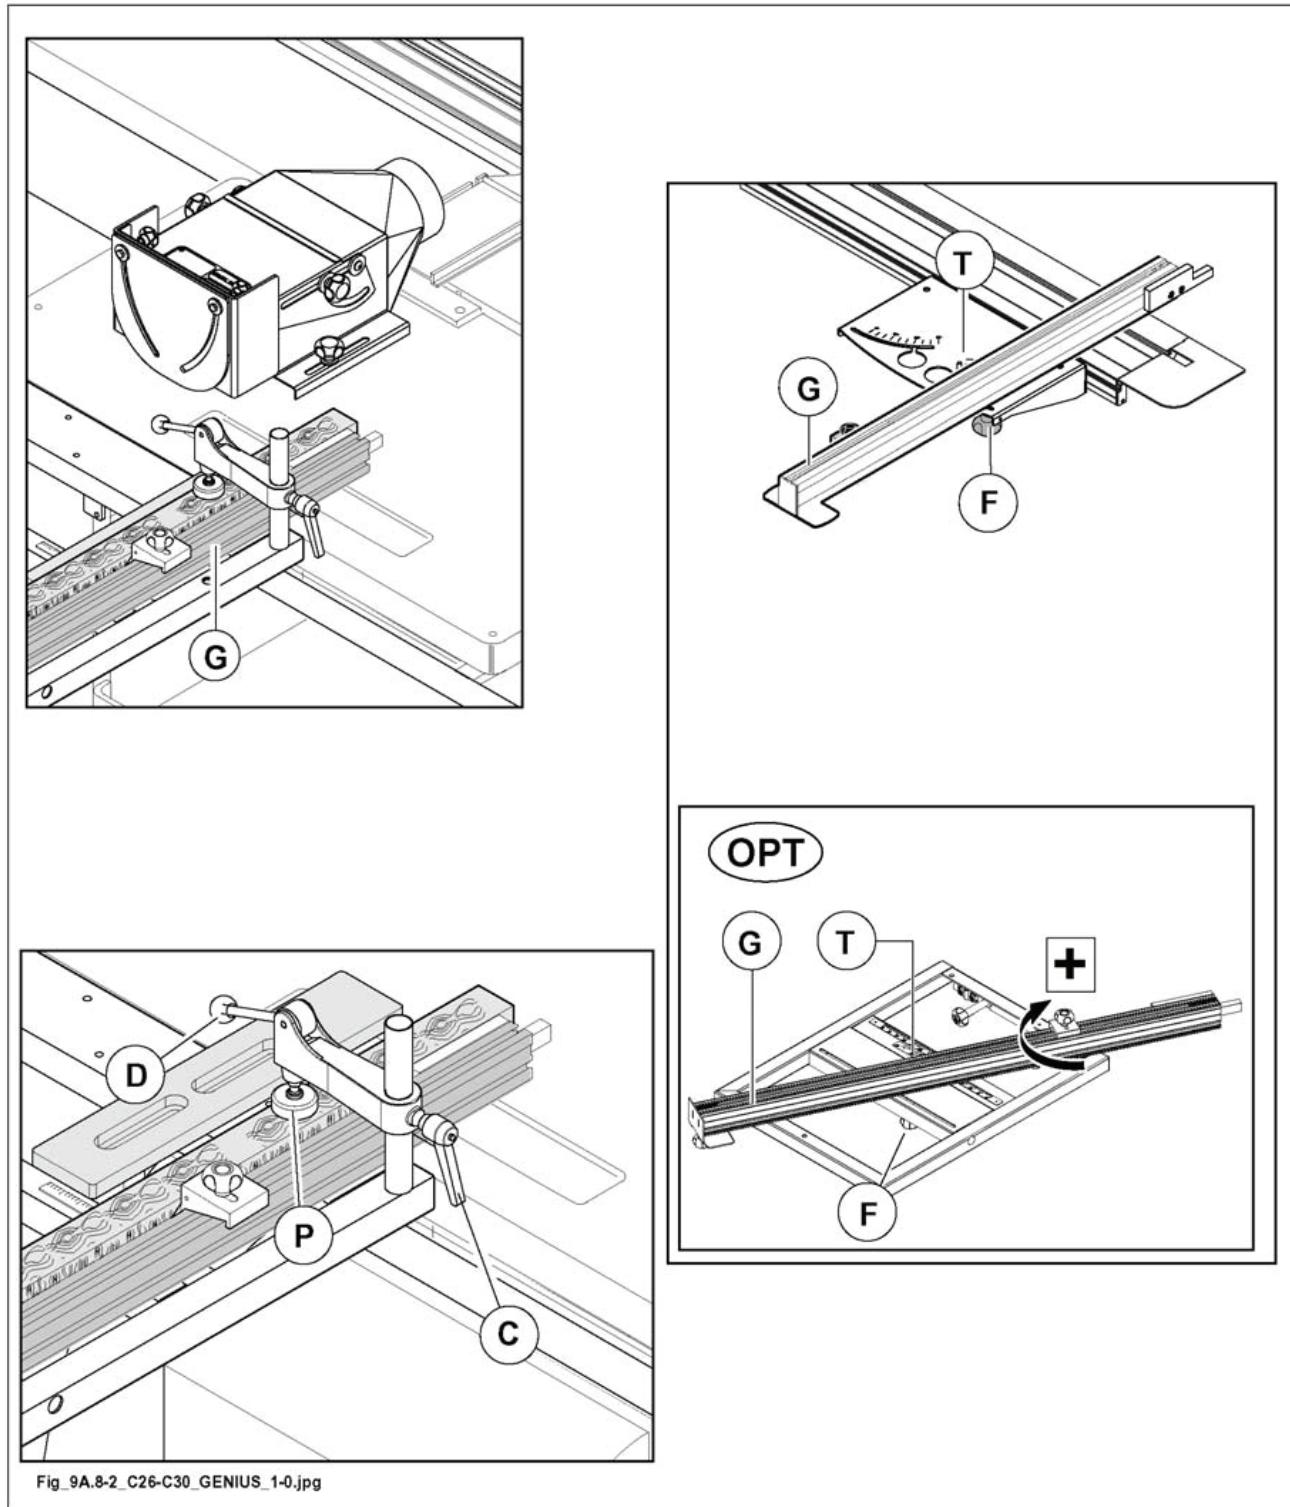

Рис. 9.8-2
Настройка станка на фрезерование косых шипов не занимает много времени: достаточно повернуть упорную линейку G (рис. 9.8-2) по часовой стрелке.
- Ослабить барашковый фиксатор F (рис. 9.8-2).
- Повернуть линейку на требуемый угол - по часовой стрелке (+ / указатель 1). Значение считывается непосредственно по шкале T (рис. 9.8-2) расположенной на столе.
- Затянуть барашковый фиксатор F (рис. 9.8-2).
Линейку G (рис. 9.8-2) можно сдвигать, предварительно ослабив фиксатор F (рис. 9.8-2). Такая дополнительная регулировка может потребоваться для настройки на различные диаметры фрез.
- Отрегулировать прижим по высоте при помощи рукоятки С (рис. 9.8-2).
- Для закрепления заготовки опустить на нее башмак Р (рис. 9.8-2) рычагом D (рис. 9.8-2).